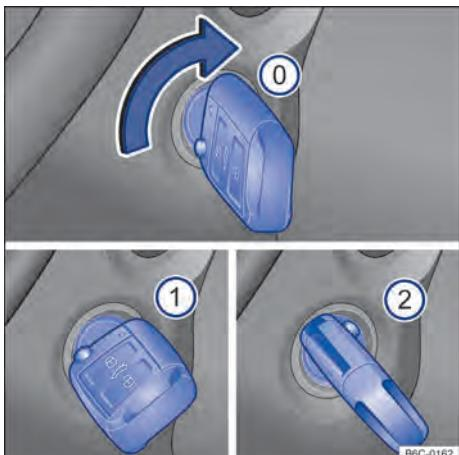

Fig. 90 Ao lado do volante, à direita: posições da chave do veículo no cilindro da ignição.
Posições da chave do veículo → Fig. 90
- ① Ignição desligada. A chave do veículo pode ser retirada.
- ① Ignição ligada.
- ② Pisar no pedal do freio (*veículos com transmissão automática*), ou no pedal da embreagem (*veículos com transmissão manual*) e ligar o motor. Quando o motor pegar, soltar a chave da ignição. Ao soltar, a chave do veículo retorna à posição → Fig. 90 ①.
- **Veículos com cilindro da ignição:** girar a chave do veículo na posição → Fig. 90 ①. A ignição está ligada. Nesse instante a luz de controle do sistema de partida aquecida  irá se acender no instrumento combinado. Aguardar que a luz de controle  se apague indicando o término do aquecimento do combustível (esta ação poderá ser necessária em condições de partida com o motor frio).
- **Veículos com cilindro da ignição:** girar a chave do veículo no cilindro da ignição para a posição → Fig. 90 ② – não acelerar. Quando o motor começar a funcionar, soltar a chave do veículo no cilindro da ignição.
- *Veículos com cilindro da ignição:* girar a chave do veículo no cilindro da ignição na posição → Fig. 90 .